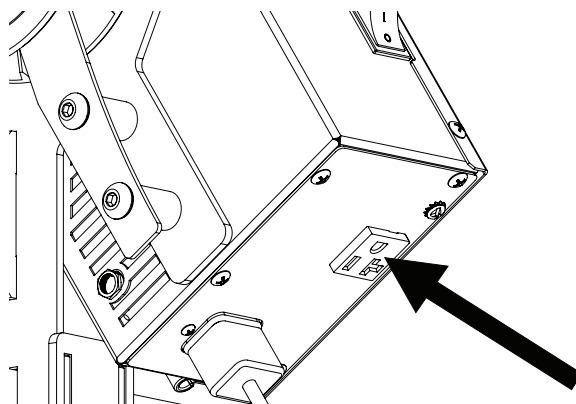

Figure 6
14. Brancher le cordon d'alimentation du tire-câble dans la prise c.a. du Pull Assist et brancher le cordon d'alimentation du Pull Assist dans la prise murale. (Fig. 6) Il est également possible de brancher le tire-câble sur une deuxième prise murale s'il en existe.